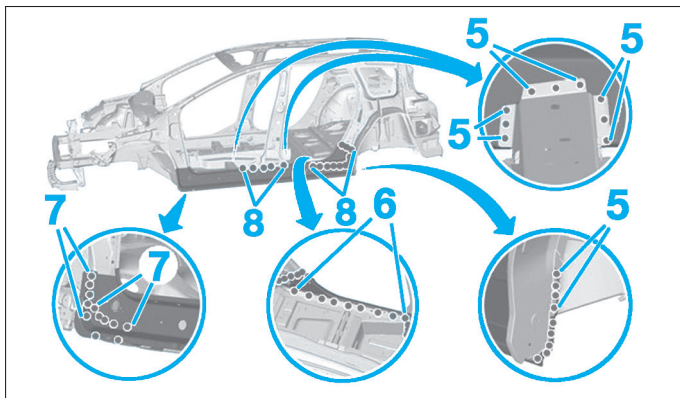

FIG. 123
- Souder (Fig.123) :
- par points électrique (5),
- par points bouchons (6) et (7),
- par points électriques (8).